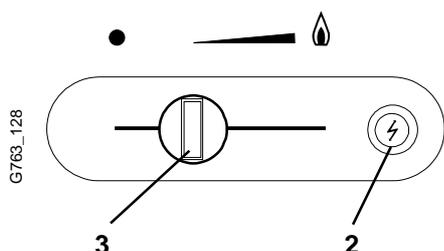

Fig. 7
a) Allumer la veilleuse (Fig. 7)